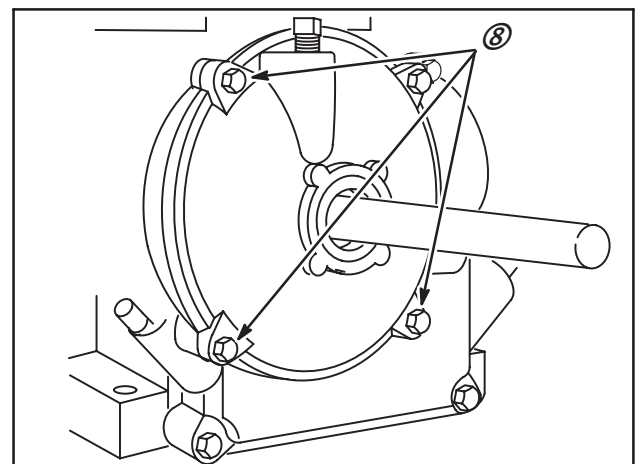

Fig. 31
13. Serrer les vis du flasque (8) à un couple de 10 Nm, Fig. 31.